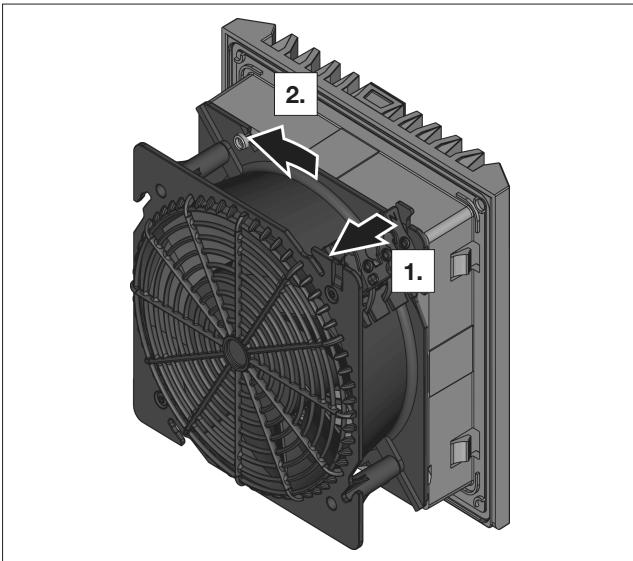

Abb. 7: Entriegelung Bajonett-Verschluss
- Ziehen Sie auf der Rückseite des Lüfters die Lasche (siehe Abb. 7) des Bajonett-Verschlusses, um den Bajonett-Verschluss zu entriegeln.